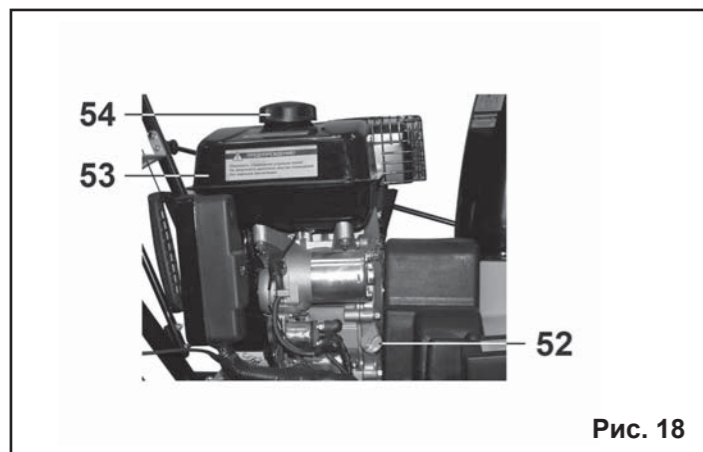

Рис. 18
7.5. Заправка топливом (Рис.18).